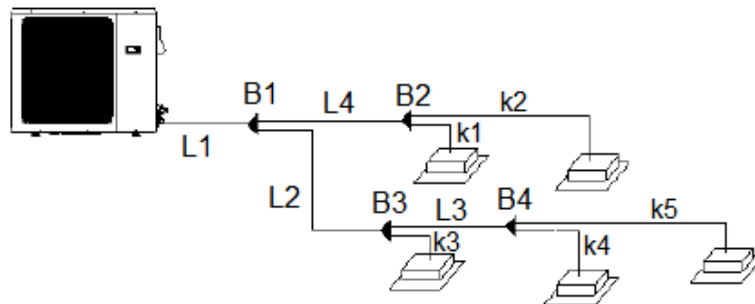

Рис.1.11
- Диаметры труб на участке L1 между наружным блоком и рефнетом B1 (рис.1.11) указаны в таблицах характеристики наружных блоков (см. таблицы 1.3 и 1.4).
- Диаметры труб на участках L2, L3, L4 и модели рефнетов B1, B2, B3, B4 определяются по суммарной номинальной мощности внутренних блоков (Q), расположенных после данных элементов по длине трассы (см. таблицу 1.11)